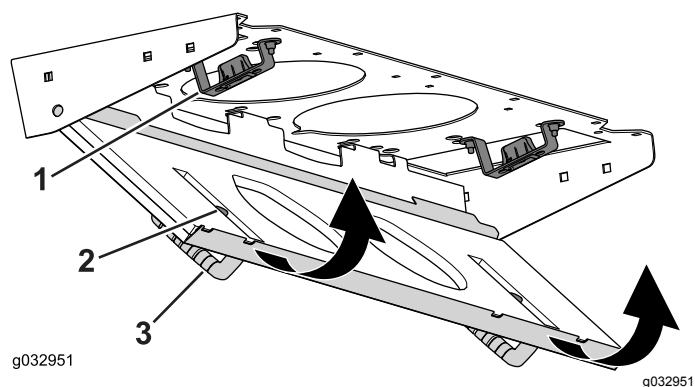

Рисунок 93
4. Поверните сетчатый фильтр вокруг монтажных лепестков так, чтобы защелка зафиксировалась в креплении защелки в сборе (Рисунок 93).